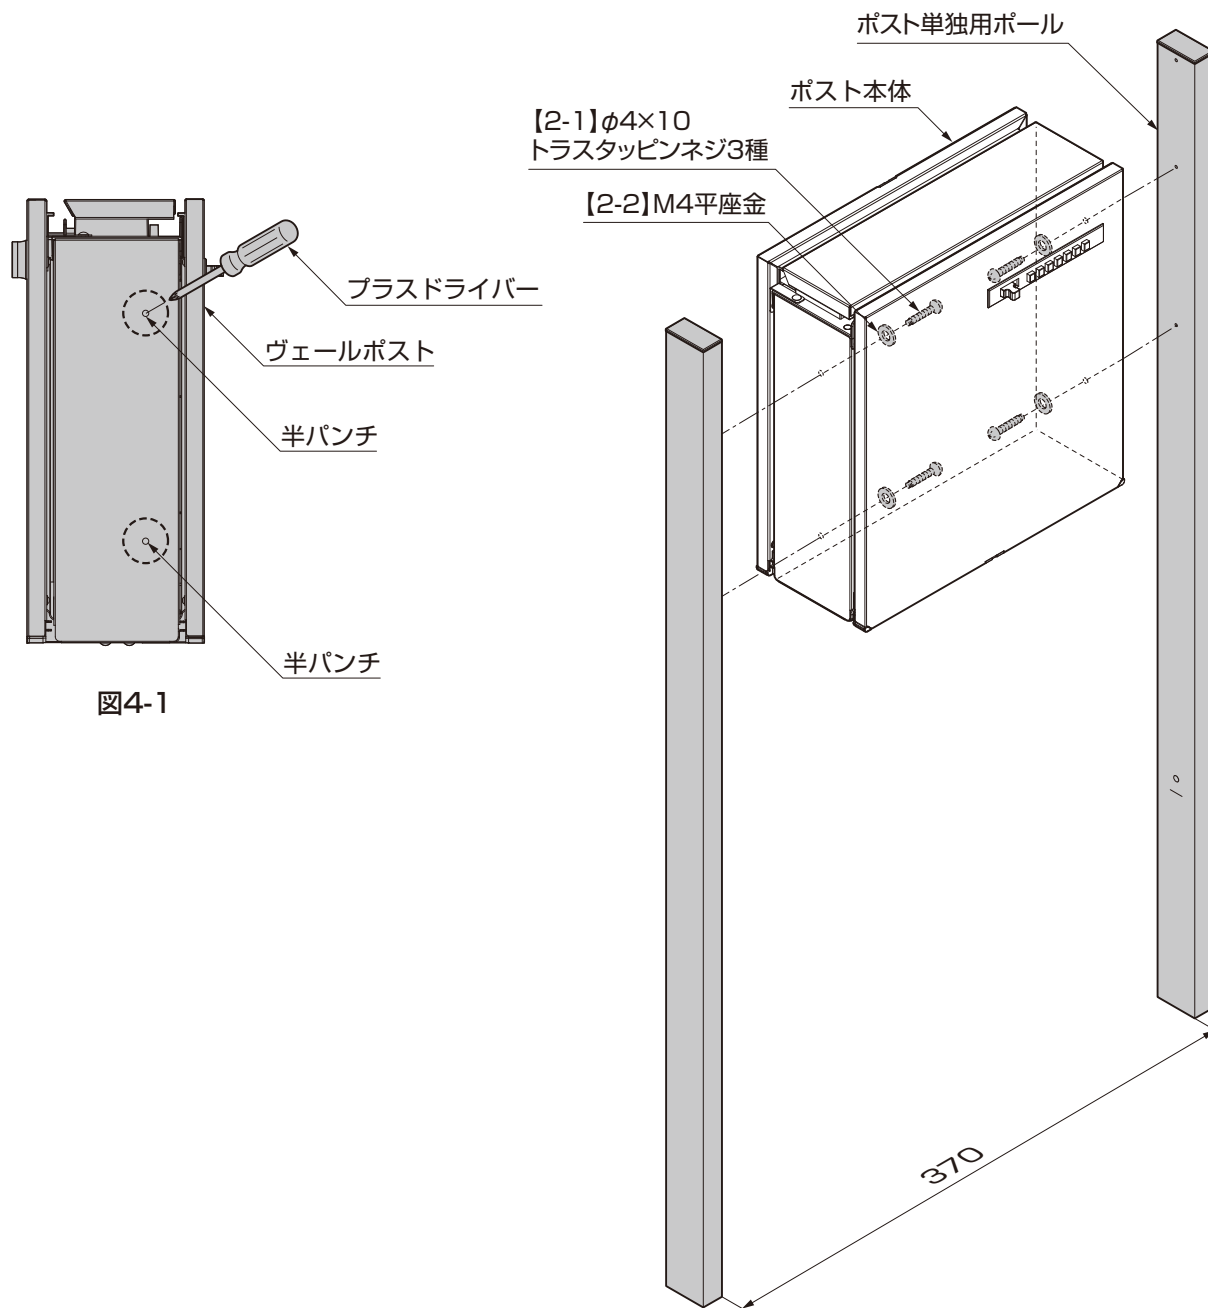

図4-1
- ①ポスト本体の両面2ヶ所の半パンチにプラスドライバーをあてハンマーなどでたたいて、穴をあけてください。(図4-1参照)
- ②ポールをポスト本体に、ポストの内側から【2-1】、【2-2】で固定してください。